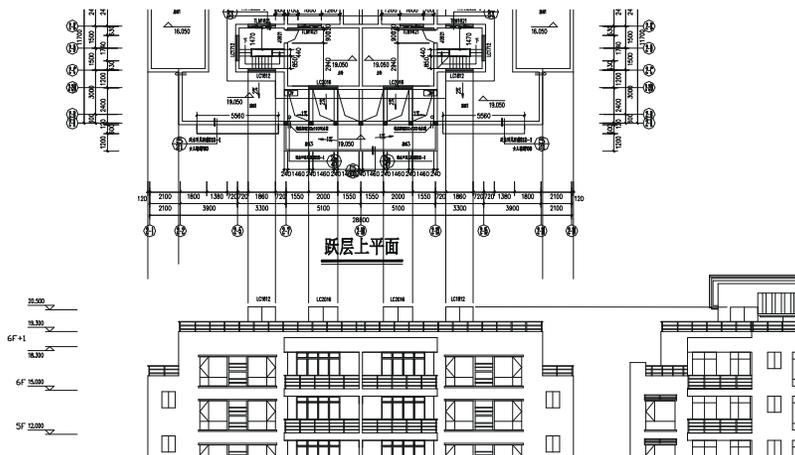
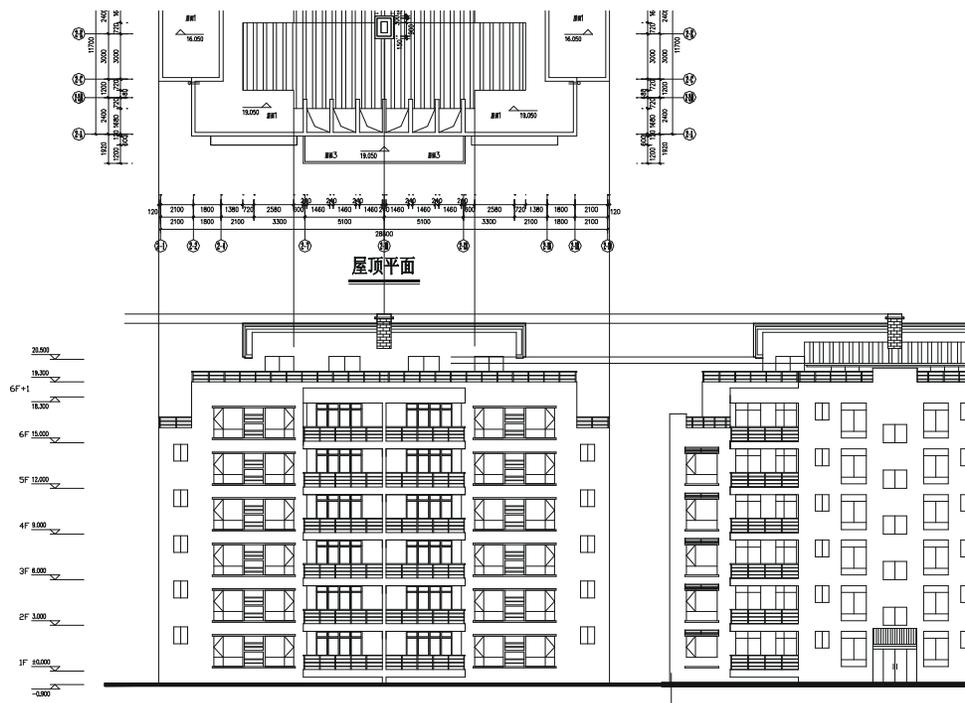

图 12-1-38
图 12-1-39
**STEP 30** 使用绘制直线命令 LINE 引出跃层四个窗户的边线，并从右边(2-11)一(2-1)立面图跃层门的上沿线向左绘制一条水平直线如图 12-1-38 所示，再使用修剪命令 TRIM 对其进得修剪。
**STEP 31** 使用复制命令 COPY 复制一份屋顶平面图以两边的边线为基准对齐如图 12-1-38 所示的立面, 并使用绘制直线命令 LINE 引出如图 12-1-39 所示的辅助线, 再使用复制命令 COPY 将右边 ②-① 立面图的部分屋顶复制放到左边的立面上, 如图 12-1-39 所示。